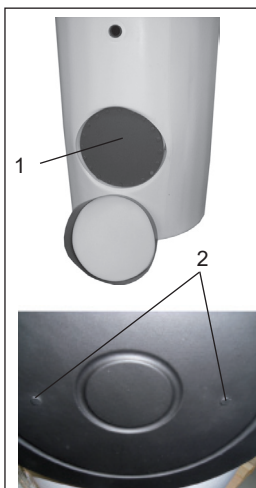

Fig. 1: Boca de inspección
Para acceder al interior del acumulador, 1 fig.1, es necesario retirar la brida de inspección:
- En modelos AS retirar previamente la tapa embellecedora negra sujeta por dos tornillos con embellecedores negros, 2 fig.1. A continuación desmontar los tornillos que fijan la brida. Finalmente tirar de las asas existentes.
To access the interior of the tank, 1 fig.1, it is necessary to remove the flange inspection:
- In AS models, remove the black cover held by beautifying two screws with black faceplate, 2 fig.1. Then remove the screws that secure the flange. Finally pull the existing handles.